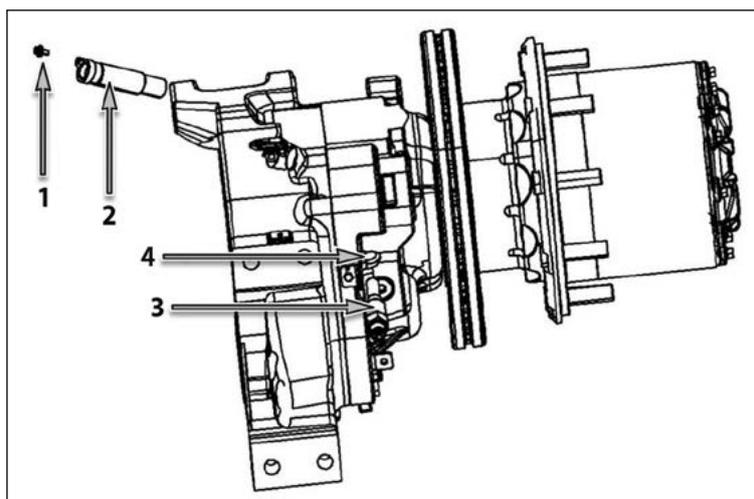

Figura 5-1-15
1. Conforme mostrado na *Figura 5-1-15*, remova o parafuso sextavado com flange M6 0x20 [1] (torque de aperto para instalação: 10 N.m) usado para fixar o sensor de velocidade da roda.